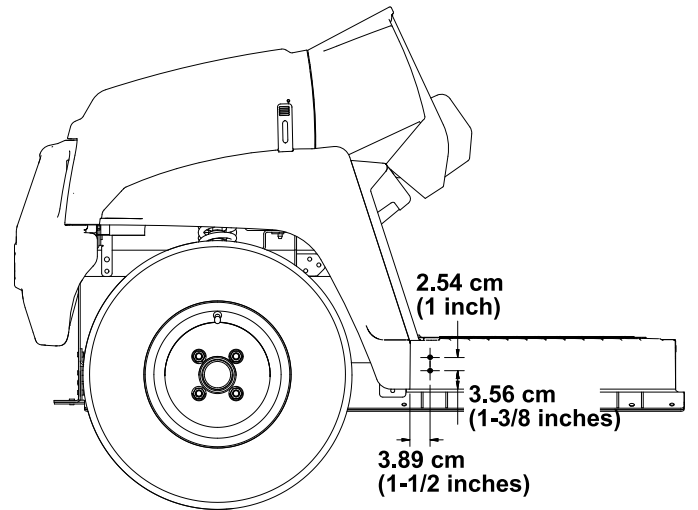

Figura 23
- Utilizzando le dimensioni nella Figura 23, praticate 2 fori (5/16") all'esterno del pianale, sui lati sinistro e destro della macchina.